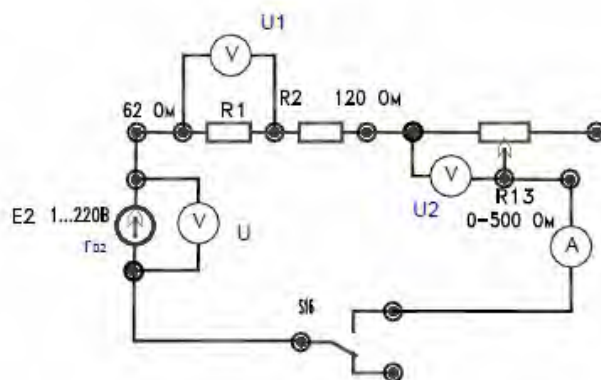

Рисунок 2
2. Изучить и собрать электрическую цепь, представленную на рис. 2.